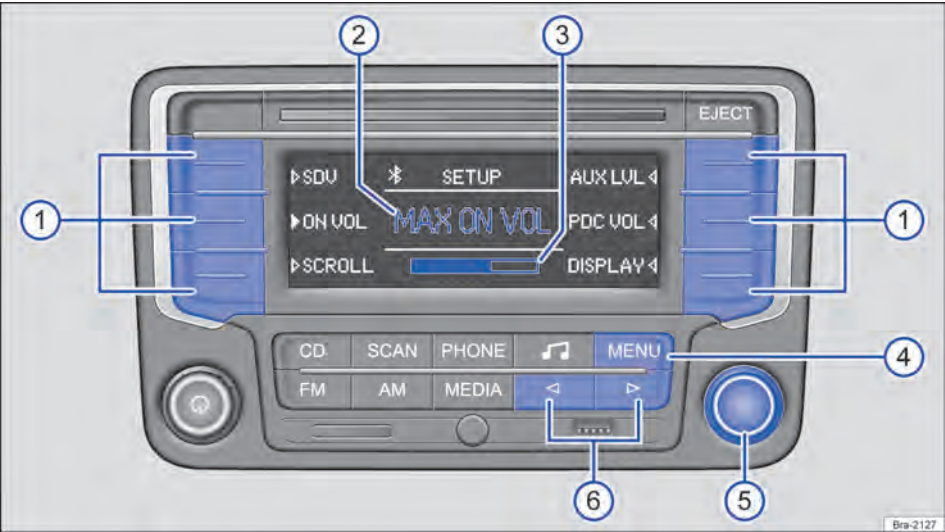

Fig. 161 Menu SETUP: definir o volume inicial.
- Pressionar o botão do aparelho **MENU** a partir de qualquer menu → Fig. 161 ④.
- Pressionar os botões de função para abrir o respectivo menu de ajuste → Fig. 161 ①.
- Girar botão de ajuste para alterar o ajuste atual → Fig. 161 ⑤.
- **OU**: pressionar brevemente o botão do aparelho **◀** ou **▶** para alterar o ajuste atual → Fig. 161 ⑥.
- **OU**: botão do aparelho é pressionado brevemente **MENU** → Fig. 161 ④.
→ Fig. 161 ② e, abaixo disso, a barra de volume
→ Fig. 161 ③.